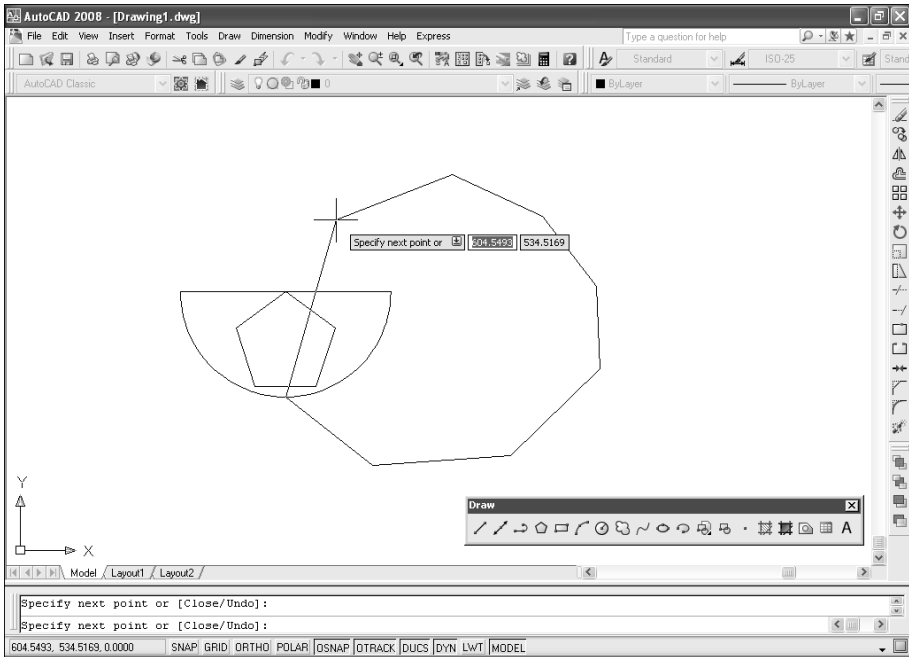

Рис. 2.34. Определение контура наклейки
3. Начните выбирать точки, которые должны образовать границы наклейки (рис. 2.34). При этом указатель-перекрестие будет связан резиновой линией с первой точкой, что позволит вам контролировать, закрывает ли контур нужную вам область.